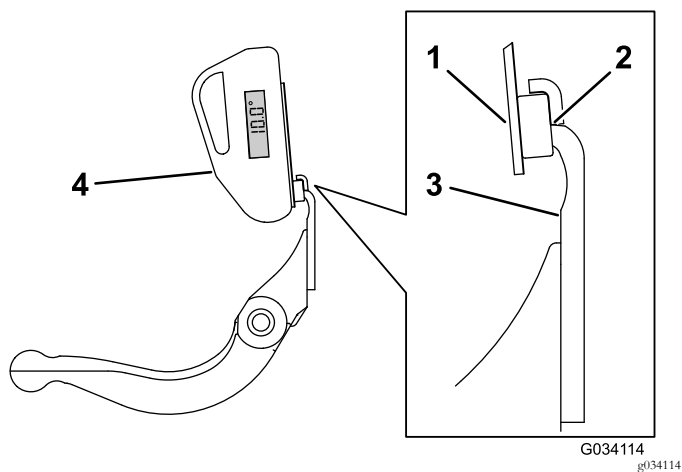

**Figura 28**
1. Coloque o indicador de ângulo no lado inferior da lâmina de corte, como se ilustra na Figura 28.